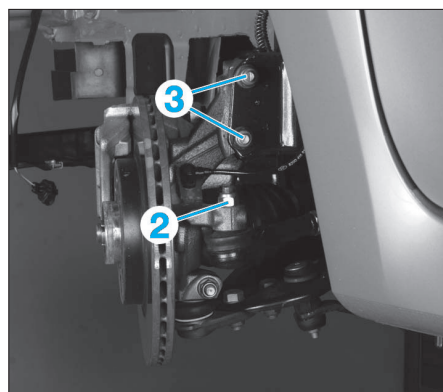
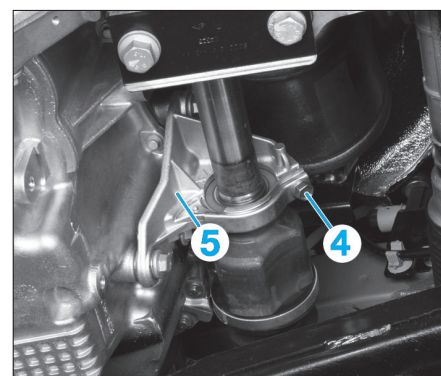
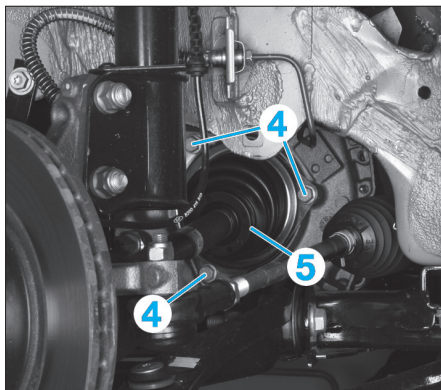

Fig. 2
Fig. 3
Fig. 4
- l'écrou de rotule de direction (2) (Fig.2),
- les deux fixations inférieures (3) de l'amortisseur sur le pivot.
- Déposer la vis (4) de la bride (5) du palier intermédiaire de transmission (Fig.3).
- Pivoter la bride (5) du palier intermédiaire de transmission.
- Déposer les 3 vis (4) de la bride de fixation intérieure (5) (Fig.4).